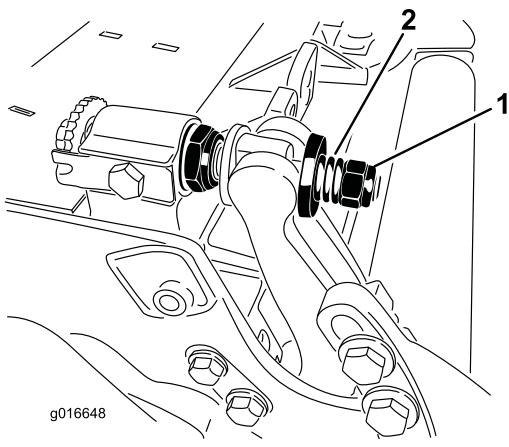

図 32
4. スプリングがつぶれるまでテンションナットを締め、そこから半回転戻す図 32。
- 各ベッドバーアジャスタ・アセンブリを締め付けて圧縮スプリングを完全に圧縮し、そこから 1/2 回転だけ戻す図 32。